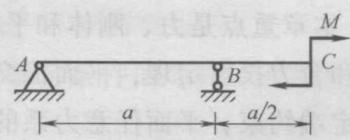

图 1-5
(5) 图 1-5 所示的外伸梁 C 端作用一个力偶, 其力偶矩为  $M$ , 则 B 处支座反力大小应为 ( )。